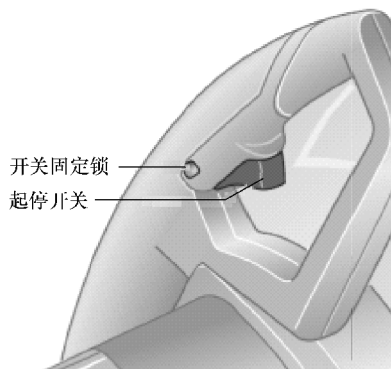

图 6-7 开关
5) 有的型材切割机基于安全方面的顾虑，起停开关无法被锁定。因此，操作型材切割机时必须持续地按住开关，如图 6-7 所示。